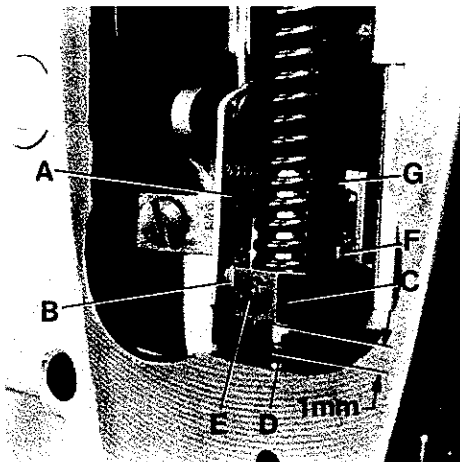

Fig. 44
With needle bar at bottom of stroke and presser foot resting squarely on throat plate, there should be a minimum clearance of 0.5 mm (.020 in.) between slot end of link (A, Fig. 44 and 44A) and shank screw (B) in presser bar connection and guide (C) when the foot lifter lever is released. At this time, there should also be at least 1 mm (.040 in.) clearance between bottom of presser bar connection and guide (C, Fig. 44) and top of presser bar bushing (D).
Bei am unteren Hubende stehender Nadelstange und direkt auf der Stichplatte aufliegendem Drückerfuß, soll zwischen dem Schlitzende des Gelenks (A, Fig. 44 und 44A) und der Zapfenschraube (B) und Führung (C) ein Mindestabstand von 0,5 mm sein, wenn der Fußlifterhebel losgelassen ist. Gleichzeitig muß zwischen der Unterseite der Drückerstangen-Verbindung und Führung (C, Fig. 44) und der Oberseite der Drückerstangen-buchse (D) ein Abstand von mindestens 1 mm sein.
With the presser foot resting squarely on throat plate loosen set screw (E, Figs. 44 and 44A) in presser bar connection and guide (C) and nut (F) and adjust long stop screw (G) against the bed casting to ensure the described clearances. Retighten set screw (E) and nut (F).
Bei direkt auf der Stichplatte aufliegendem Drückfuß lösen Sie den Gewindestift (E, Fig. 44 und 44A) in der Drückstangenführung (C) und die Mutter (F) und stellen die lange Anschlagsschraube (G) gegen den Gehäuseguß um die beschriebenen Abstände zu erhalten. Ziehen Sie den Gewindestift (E) und die Mutter (F) wieder an.